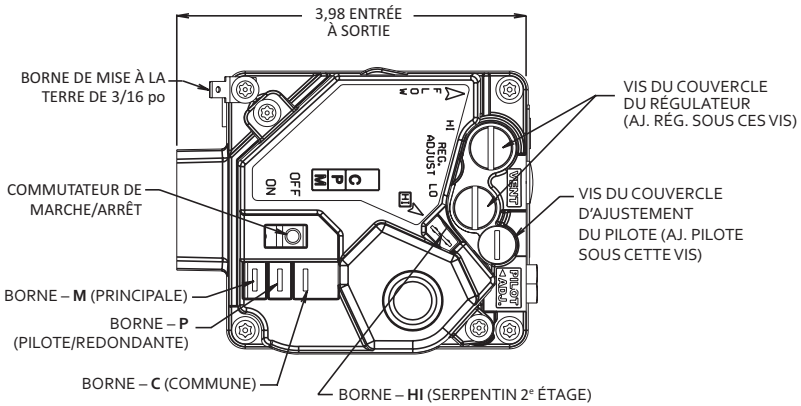

Figure 4. Caractéristiques et identification des bornes
CONSULTEZ ET SUIVEZ LE SCHEMA DE BRANCHEMENT DU FABRICANT DE L'APPAREIL. CONSULTEZ LES FIG. 4 ET 5 POUR L'IDENTIFICATION DES BORNES.
- Pour les applications au gaz sans pilote HSI et DSI, branchez le fil commun à la borne (C) et le fil chargé à la borne du cavalier externe (MP) (voir les fig. 4 et 5).
- Pour les applications au gaz avec pilote contrôlé/intermittent, comme les pilotes intermittents et les systèmes étincelle-à-pilote, enlevez le cavalier externe des bornes principale (M) et pilote (P) et branchez les fils en conséquence (voir les fig. 4 et 5).